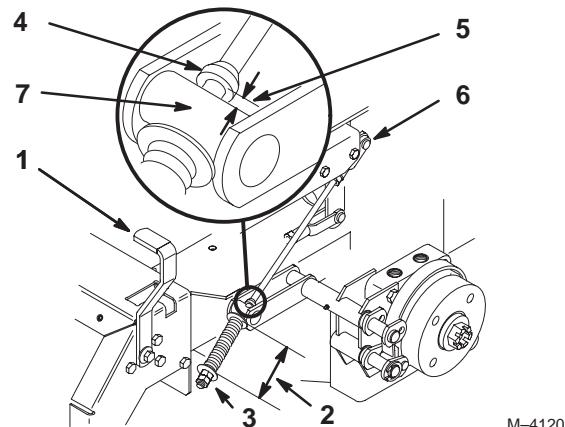

Figure 58
2. Mesurez la longueur du ressort. Les rondelles doivent être distantes de 70 mm (Fig. 58).
3. Si un réglage est requis, desserrez l'écrou de blocage situé sous le ressort et serrez l'écrou directement au-dessous de la chape (Fig. 58). Vissez l'écrou jusqu'à ce que le ressort ait la longueur voulue. Serrez les deux écrous ensemble et répétez la procédure de l'autre côté de la machine.
6. Mesurez la distance entre le galet de tourillon et le collier sur la tige de frein. Elle doit être comprise entre 5 et 7 mm (Fig. 58).
7. Si un réglage est requis, desserrez l'écrou de blocage situé juste au-dessous de la chape. Tournez les écrous de réglage inférieurs jusqu'à obtention de l'écart voulu (Fig. 58). Serrez l'écrou de blocage à la chape.